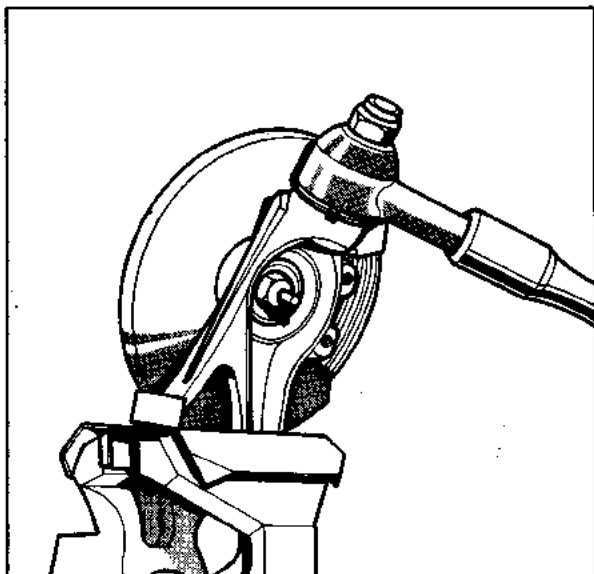

Fig. 8
- Ontborg de ringmoer van de fuseekogel en plaats de sleutel 20 909 A op de kogel (fig.8).
- Draai de Nylstopmoer van de fuseekogel op het gereedschap om te voorkomen dat dit tijdens de bewerking losschiet (fig.8).